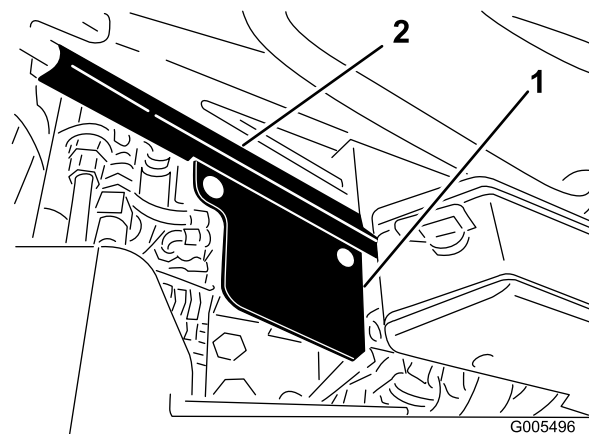

Figure 8
7. Montez la plaque de protection du distributeur hydraulique sur le côté droit du socle du siège à l'aide de 2 boulons de carrossier (5/16 x 5/8") et écrous. Positionnez la plaque de protection comme illustré à la Figure 8.